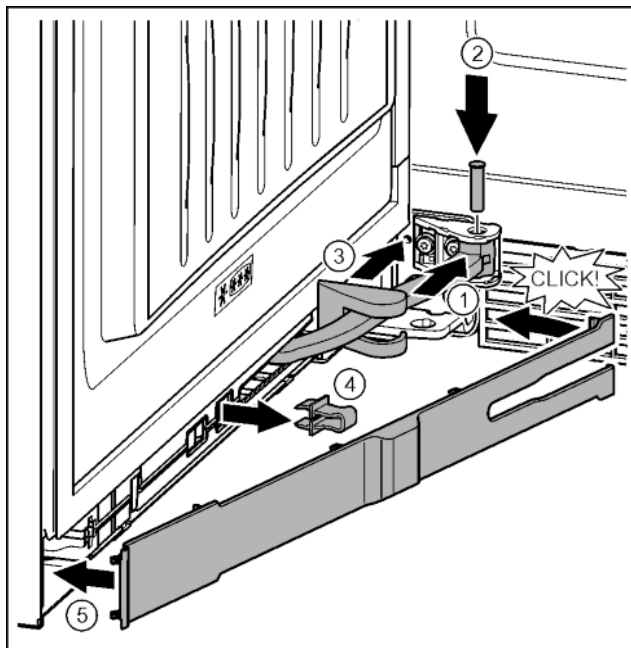

Fig. 40
- Przegub obrócić w mocowaniu. *Fig. 40 (1)*
- Przy pomocy śrubokręta T15 sworzeń umieścić w mocowaniu i przegubie. Przy tym zwrócić uwagę, aby krzywka zatrzaśkowa została prawidłowo umieszczona w rowku. *Fig. 40 (2)*
- ▶ Osłonę płytki zawiasu przesunąć wzdłuż przegubu i zamontować nad mocowaniem. *Fig. 40 (3)*
- ▶ Zdjąć zabezpieczenie. *Fig. 40 (4)*
- ▶ Zaślepkę założyć od strony uchwytu i przechylić. *Fig. 40 (5)*